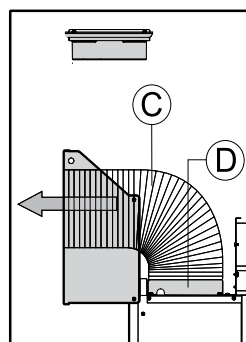
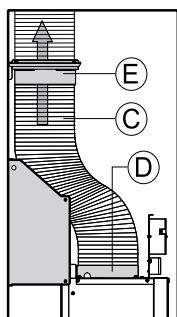
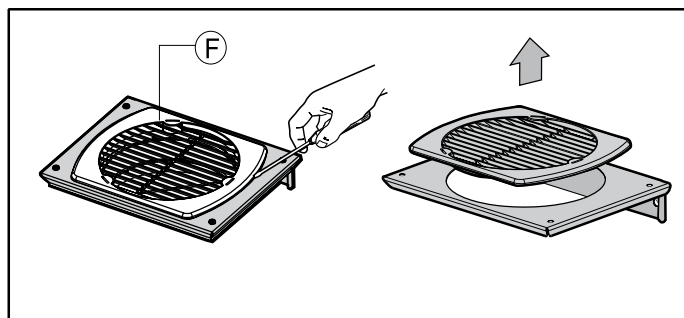

Рис. 14
Рис. 13
Рис. 15
8. Если вытяжка будет работать в режиме отвода воздуха в вентиляционную шахту, то свободный конец воздуховода **С** необходимо соединить с вентиляционным отверстием, которое может находиться или потолке (см. рис. 13), или в стене (см. рис. 14). Если отверстие вентиляционной шахты находится в потолке, то предварительно с площадки, которая в этом случае будет служить скобой воздуховода, необходимо снять решетку **F** (см. рис. 15).